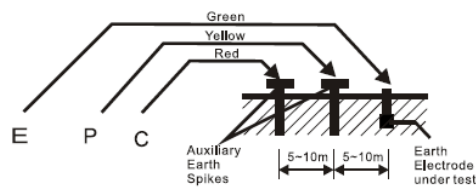

Fig.1
1. Conecta la punta de prueba verde, amarilla y roja en los terminales E, P y C y las picas de tierra P1, C1 introducidas en tierra como reflejadas en la (Fig.1)
*\* Use la conexión como en la Fig. 1.*